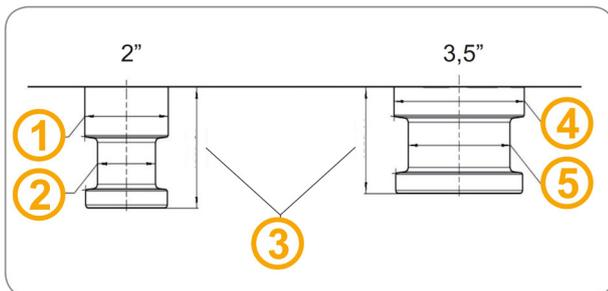

Abb. 11: Verschleißkontrolle Zapfen
3. Die Höhe des Zugsattelzapfens muss sich im –Bereich 3–, siehe „Abb. 11: Verschleißkontrolle Zapfen“ auf Seite 18 bei 2“ von min. 82,5 mm und max. 84 mm und von min. 72 mm und max. 74 mm bei 3,5“ ab Unterkante Auflieger befinden. Sind die Maße abweichend, ist der Zugsattelzapfen umgehend zu ersetzen, „8. Wartung“ auf Seite 19.